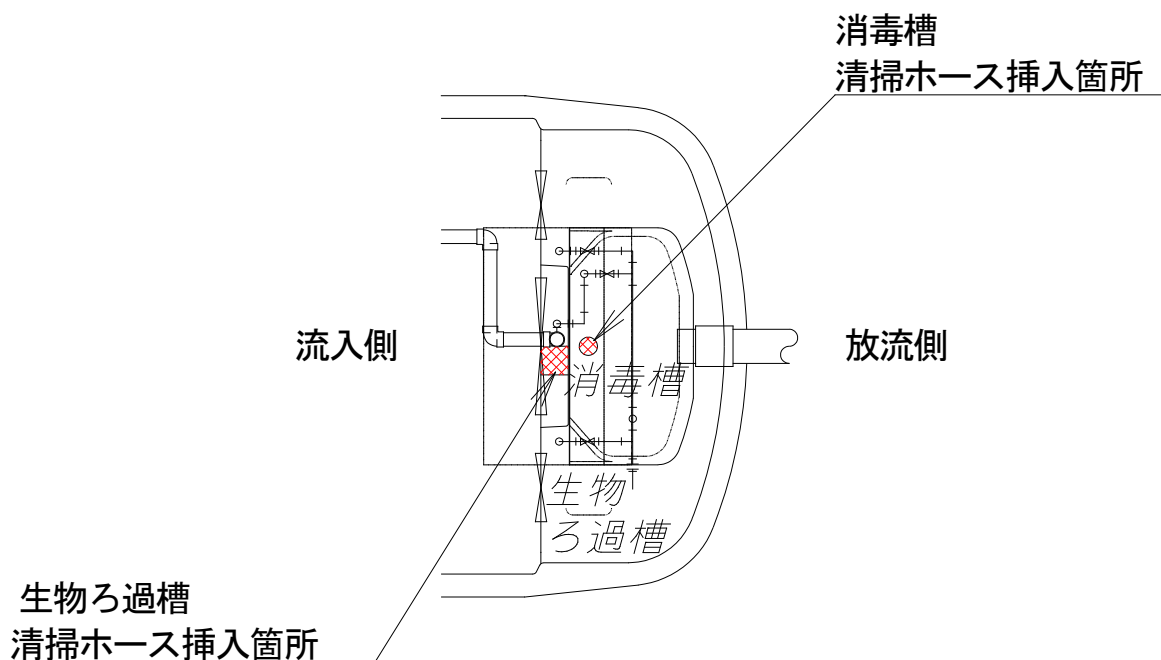

図4-4 生物ろ過槽および消毒槽における清掃ホース挿入箇所
- ③バッフル底部へホースを挿入し、汚泥を適正量引き抜いてください(図4-4参照)。その際、槽内設備(逆洗装置、汚泥移送装置)を破損しないように注意してください。
- ④バッフル上部フタを逆の手順で流入側へスライドさせて取り付けて蝶ナットをしめて固定します。その際、仕切板Cのツバと仕切板上部フタの間にバッフル上部フタを入れてください。
- ①薬剤筒を取り出します。
- ②消毒槽開閉フタの穴から槽底部までホースを挿入し、汚泥を適正量引き抜いてください(図4-4参照)。
- ③薬剤筒を元に戻します。